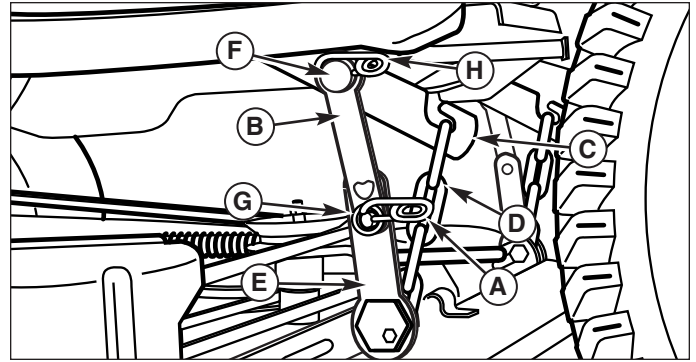
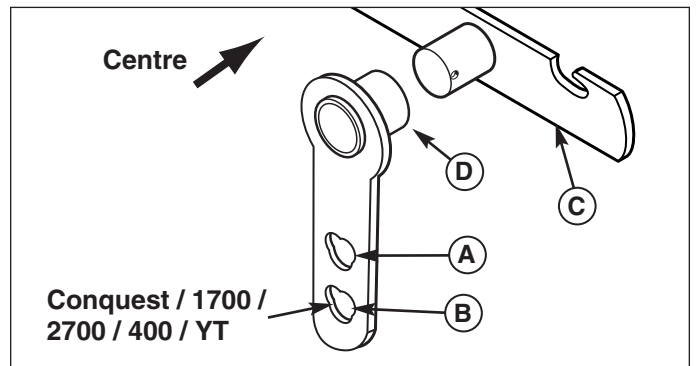

Figure 9. Bras de levage
Figure 10. Patère supérieure
4. Déconnecter la bague de sécurité (A, Figure 9) et la rondelle (G) depuis la patère inférieure. Ôter la patère supérieure (B) du poteau de levage (F). Connecter la patère supérieure (B) à la patère inférieure (E) à l'aide de la bague de sécurité (A) pour empêcher le mauvais placement des pièces ou leur perte. Refaire la même chose de l'autre côté.
4. Voir la Figure 9. Connecter la chaîne de levage (D) au crochet de levage (C). Refaire la même chose de l'autre côté.
6. Déconnecter la bague de sécurité (A, Figure 9) de la patère supérieure (B) et de la patère inférieure (E) si elle est encore connectée du remisage. Glisser la patère supérieure (B) par-dessus le poteau sur le crochet de levage (F). Le long moyeu (D, Figure 10) sur la patère supérieure doit être tourné vers le centre. Connecter le trou de la patère supérieure (B, Figure 9) au poteau sur la patère inférieure (D). Attacher avec la rondelle (G) et la bague de sécurité (A). Refaire la même chose de l'autre côté.
REMARQUE : Utiliser le trou inférieur pour la tondeuse Conquest / 1700 / 2700 / YT comme indiqué à la Figure 10.